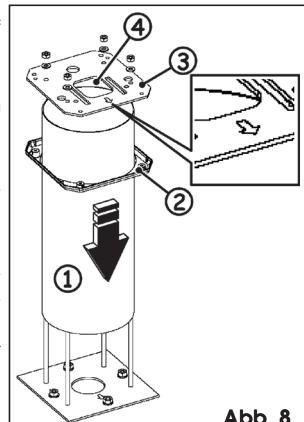

Abb. 8
- Das Halterohr, Abb. 8 Bez. ①, auf die Gründungsplatte auflegen.
- Die Kunststoffabdeckung, Abb. 8 Bez. ②, einfügen und auf dem Boden aufgelegt lassen.
- Die obere Platte positionieren, Abb. 8 Bez. ③, und die Verbindungsleitung durch die rechteckige Aufnahme führen, Abb. 8 Bez. ④, und mindestens 600 mm weit heraustreten lassen.